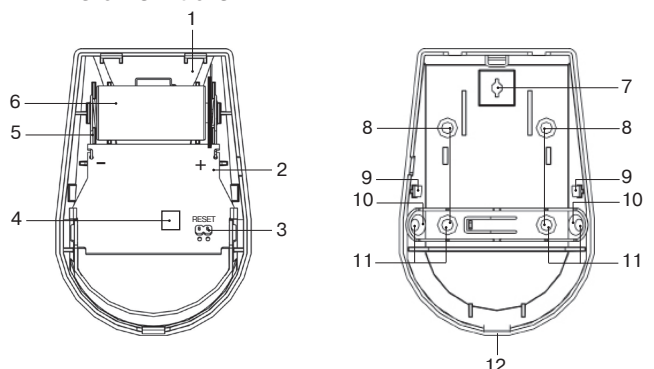

Рисунок 2 – Конструкция «Пирон-4РК»
Крышка корпуса с печатной платой представлены на рис. 2а).
В основании корпуса (рис. 2б) имеются:
- Просверлите в основании корпуса отверстия (рис. 2б), которые будут использоваться для крепления извещателя.